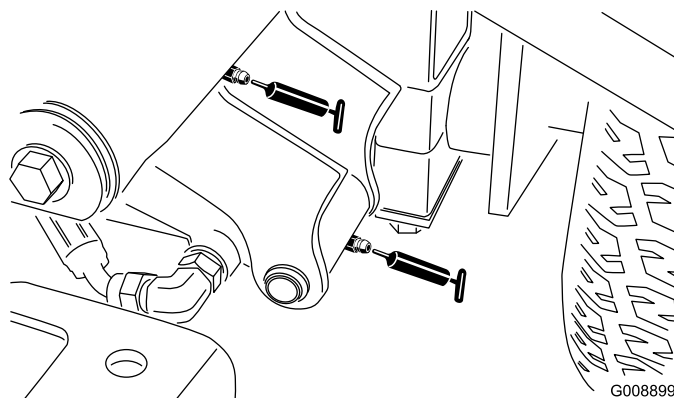

Figure 41
- Pivot de bras de relevage avant gauche et vérin de relevage (2) (Figure 41)